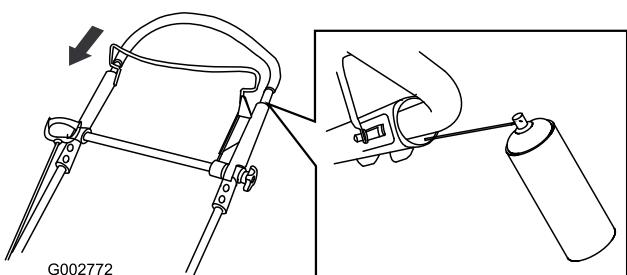

Figura 47
- Empuje completamente hacia abajo el manillar superior y rocíe la superficie de plástico interior del manillar exterior (Figura 47).